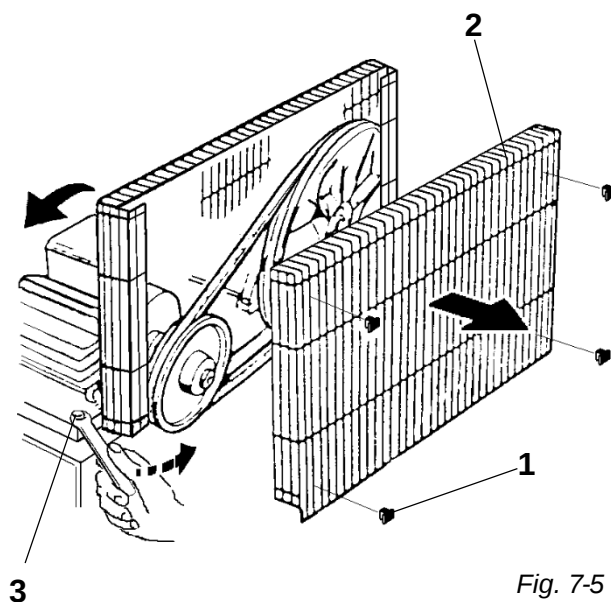

Fig. 7-5
Båndføringen skal rengøres godt og spændes præcist. Hvis spændingen er for lav, kan remmen glide i remskiverne, hvilket forårsager varme og lav produktivitet. Hvis remmen er for stram, vil belastningen på kuglelejerne være for høj, og de vil blive sliddt. Remmen er tilpas stram, når du kan trykke den 0,8÷1 cm ned med en finger (fig. 7-5). Hvis det er nødvendigt at justere, skal du gøre følgende:
- Løsn plastikclipsen, der holder nettet omkring stroppen **1** (fig. 7-5).
- Fjern det beskyttende net omkring bæltet. **2** (fig. 7-5)
- Løsn motorens monteringsbolte **3** (fig. 7-5)
Sæt beskyttelsesnettet **2** på igen (fig. 7-5).